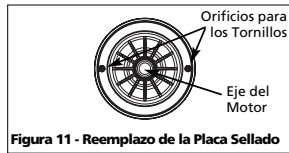

Figura 11 - Reemplazo de la Placa Sellado
- Deslice con cuidado la placa de sellado sobre el eje de modo que no se mueva el sello de su posición en la placa de sellado. Durante el ensamblado, la placa de sellado debe estar orientada de modo que los dos orificios estén en una línea horizontal a través del eje del motor y que las cuatro (4) clavijas de localización de la parte posterior estén alineadas con las lengüetas del armazón del motor (Figura 11). Esta ubicación se debe hacer para asegurar un drenaje y cebado adecuados.